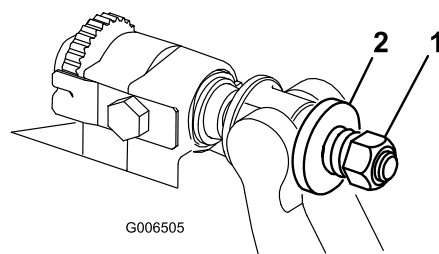

図 20
- スプリングがつぶれるまでテンションナットを締め、そこから半回転戻す (図 20)。